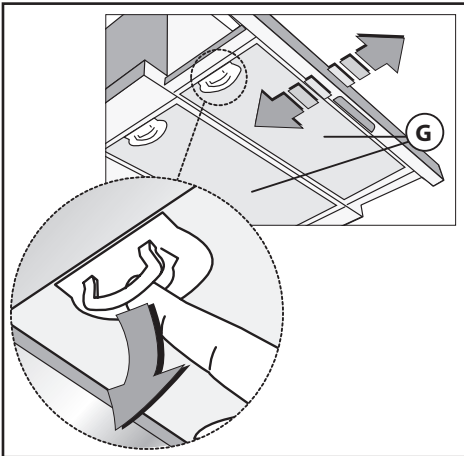
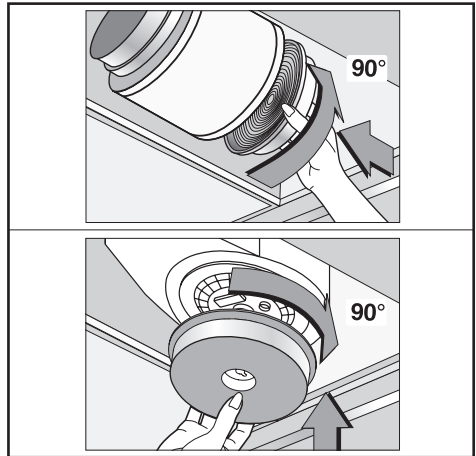

Fig.4
Fig.5
• Minimums distancen mellem kogeoverfladen, målt fra selve kogepladerne, og den nederste del af emhætten, skal være mindst **65 cm**. Hvis der anvendes et forbindelsesrør bestående af to eller flere dele, skal den øverste del placeres uden på den nederste. Tilslut ikke udledningen fra emhætten med et rør, hvori der cirkulerer varm luft eller som anvendes til at udlede røg fra apparater, der ikke bruger elektrisk energi. Inden man begynder monteringen fjernes filtret (Fig.4) for at gøre håndteringen af apparatet lettere.
For at ændre hættten fra at fungere som sugeenhed til at fungere som filterenhed skal De rette henvendelse til Ders forhandler for at få de aktive kulfiltre. Filtrene skal påsættes sugeenheden i hættten og skal centreres i samme og drejes 90 grader indtil blokering (Fig.5). For at kunne udføre denne handling skal man fjerne ristene **G** (Fig.4). Luften sendes tilbage til omgivelserne gennem et forbindelsesrør, der passerer gennem møblet og er forbundet til samlingen **H** (Fig.3B).